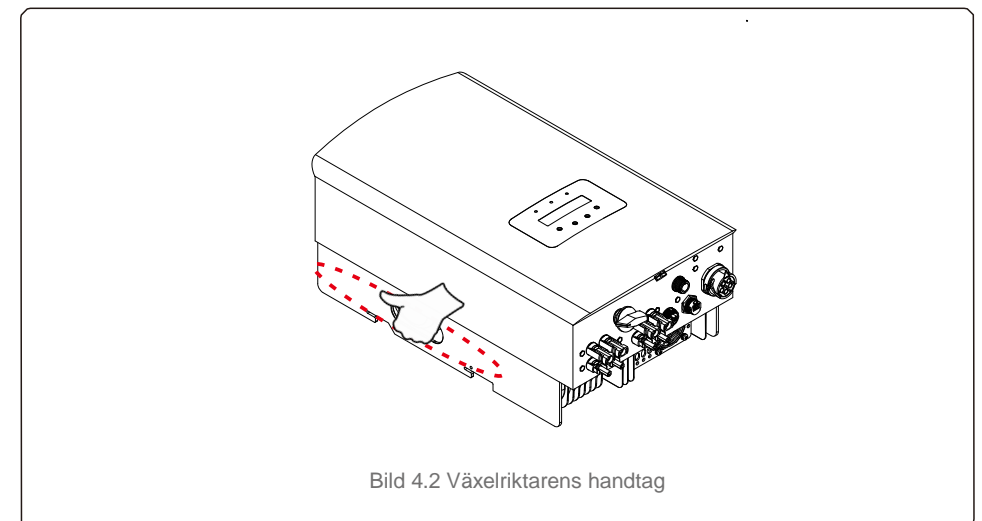

Bild 4.2 Växelriktarens handtag
2. Öppna kartongen och hantera sedan båda sidorna av växelriktaren genom den markerade prickade linjen. (se bild 4.2).